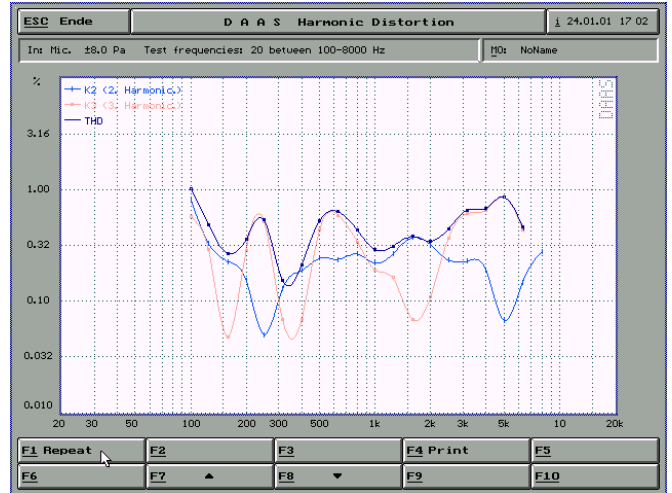

图 8-7
4) 点击F1 Start响起音乐出现界面8-6-点击F1 OK, 出现THD及谐波失真曲线图8-7 (F7 F8可调整坐标位置)。